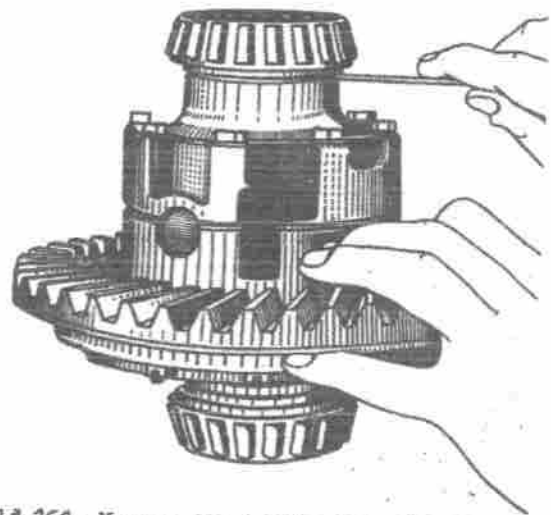

Bild 161. Messen des Spiels beim Einstellen der Ausgleichgetriebeleger
3. Schrauben wieder losdrehen, Deckel vorsichtig abnehmen, Ausgleichgetriebe aus dem Gehäuse herausnehmen und mit Fühllehre Luftspalte A und A_1 (Bild 161 und 162) zwischen den Stirnflächen der Lagerinnenringe und des Ausgleichkorbs messen.